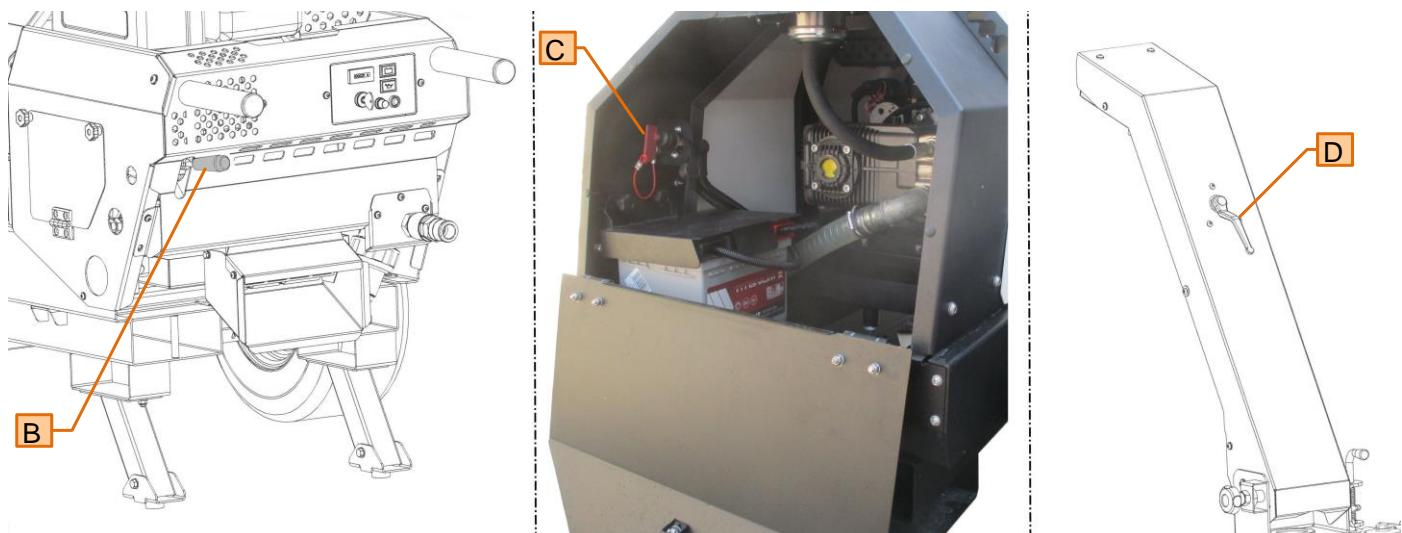

Fig. 8
- Verificate che lo staccabatteria (Fig. 8 pos.C) sia su ON
- Posizionate la leva della valvola controllo ugelli (Fig. 8 pos.D) in posizione intermedia
- Assicuratevi che la leva gas (Fig. 8 pos.B) si trovi al minimo
- Check if battery switch (Fig. 8 pos.C) is setted to ON*
- Turn the nozzle valve lever (Fig. 8 pos.D) to middle position*
- Make sure that throttle lever (Fig. 8 pos.B) is to idle position .*
- Non appena il motore è partito selezionate l'ugello col quale volete lavorare spostando la leva (Fig. 8 pos.D) a destra o a sinistra
- As soon as the engine has started set the nozzle you want to work with turning the lever (Fig. 8 pos.D) to the left or to the right